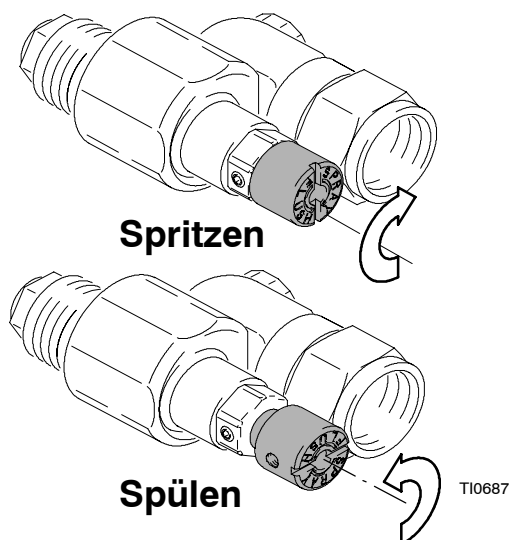

Abb. 2
4. Drehen Sie den Spritzventilknopf gegen den Uhrzeigersinn in die Spülposition. Abb. 2.
Das CleanShot™ Startventil besitzt zwei Einstellungen: SPRAY (Spritzen) und FLUSH (Spülen). Das Ventil ist ab Werk auf die SPRAY-Position zum Spritzen mit Drücken von mehr als 700 psi (4,8 MPa, 48 bar) eingestellt. Drehen Sie das Ventil gegen den Uhrzeigersinn zum Spülen, Reinigen, Entlüften und Druckentlasten in die Position FLUSH. Die FLUSH-Position wird auch für Spritzapplikationen mit niedrigen Drücken (unter 1000 psi, 6,9 MPa bzw. 69 bar) verwendet. Abb. 2.